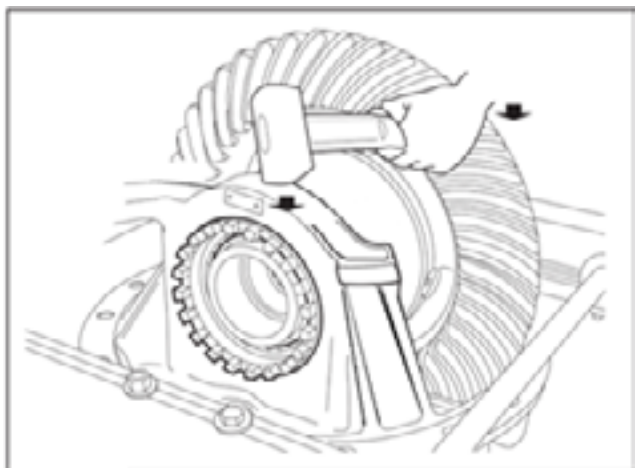

Fig. 2.51
2. Bata na parte superior da capa do mancal com um martelo, enquanto gira-se a coroa, para ajustar os 2 rolamentos cônicos da caixa dos satélites, durante o aperto do anel de ajuste. Fig. 2.51